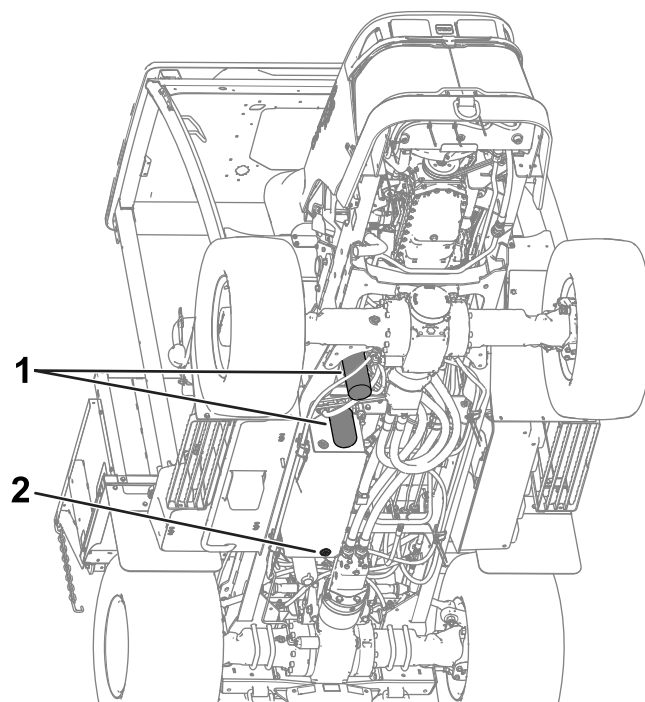

Figure 114
5. Retirez le bouchon de vidange situé sur le côté du réservoir et laissez couler l'huile dans le bac de vidange (Figure 114).
8. Placez un bac de vidange sous le filtre et enlevez le filtre (Figure 114).